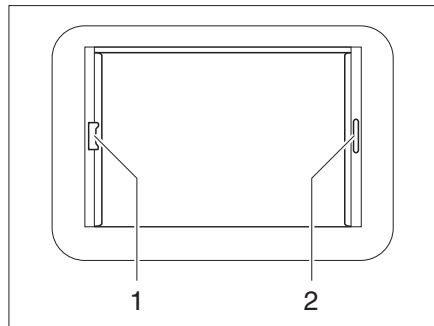

Fig. 49 Lanterneau Heki, verrouillage du store
- Tirer le dispositif occultant plissé par la poignée (Fig. 49,2) et le relâcher lorsqu'il a atteint la position voulue. Le dispositif occultant plissé reste alors à cette position.
- Tirer sur la poignée (Fig. 49,1) de la moustiquaire jusqu'à toucher la poignée du dispositif occultant plissé (Fig. 49,2) située vis-à-vis et la faire s'enclencher.
- Appuyer sur la poignée de la moustiquaire vers l'arrière et le haut et décrocher la moustiquaire du dispositif occultant plissé (Fig. 49,2).